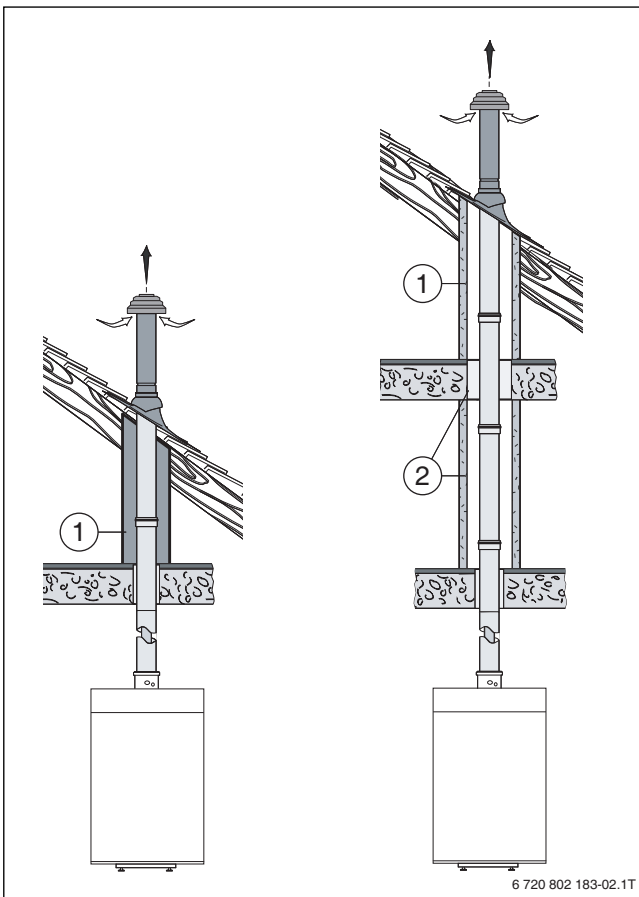

Рис. 2 Конструкция шахты
- Если непосредственно над помещением установки оборудования находятся только конструкции кровли, то труба подачи воздуха/отвода дымовых газов должна иметь облицовку на участке между верхним краем перекрытия помещения установки оборудования и кровельным покрытием. Для этого подходят негорючие, формоустойчивые строительные материалы или металлическая защитная труба (→ рис. 2, [1]).
- Между перекрытиями этажей труба подачи воздуха/отвода дымовых газов вне помещения установки оборудования до кровельного покрытия должна проходить в шахте с классом огнестойкости L30 (F30) или L90 (F90) (→ рис. 2, [2]). Для этого применяйте только разрешённые шахтные конструкции.